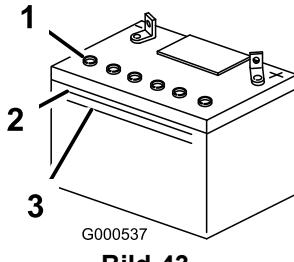

Bild 43
1. Sehen Sie sich die Seite der Batterie an. Der Füllstand muss bis zur **oberen** Linie reichen (). Der Säurestand darf nicht unter die untere Linie fallen (Bild 43).
3. Entfernen Sie die Entlüftungsdeckel von der Batterie (Bild 43).
4. Gießen Sie langsam destilliertes Wasser in jede Batteriezelle, bis der Säurestand die obere Linie (Bild 43) am Batteriegehäuse erreicht.
5. Warten Sie nach dem Füllen der Batteriezellen fünf bis zehn Minuten. Gießen Sie bei Bedarf destilliertes Wasser in jede Batteriezelle, bis der Säurestand die obere Linie (Bild 43) am Batteriegehäuse erreicht.